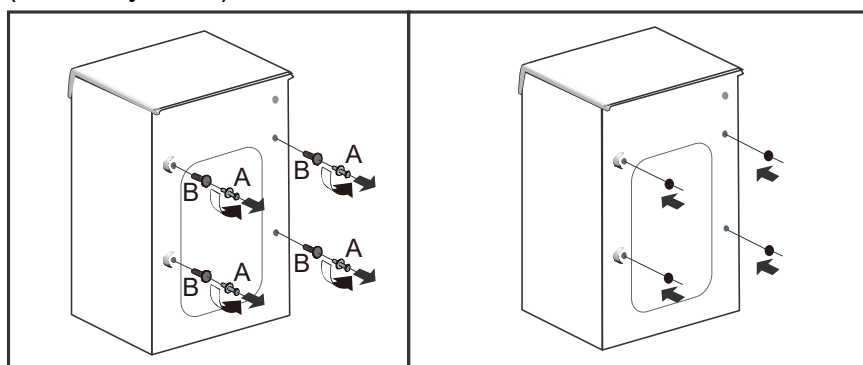

Рисунок 1
2. Удалите 4 транспортировочных болта, резиновые прокладки и пластиковые стержни (см. Рисунок 1). **Если транспортировочные болты не сняты, они могут вызвать сильную вибрацию, шум и неисправности.** Транспортировочные болты необходимо устанавливать каждый раз перед транспортировкой стиральной машины.